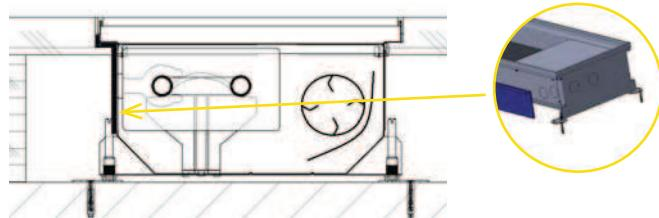

Рис. 6: Пустотелый пол – теплоизоляция для внутрипольного конвектора с вентилятором – для защиты пола со стороны теплообменника.
- По своему усмотрению (паркет, ламинат или деревянный пол) положите теплоизоляцию на наружную поверхность короба конвектора со стороны теплообменника (Рисунок 6).